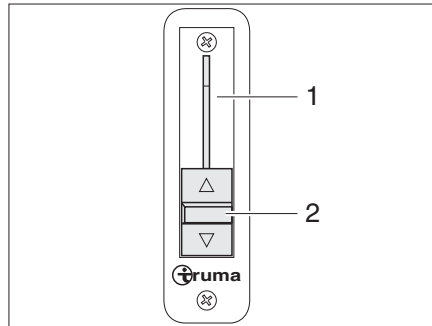

Bild 24 Strangsperr
Der Schieberegler (Bild 24,2) für die Strangsperr (Bild 24,1) befindet sich links außen am Armaturenbrett.
- Hebel (Bild 24,2) ganz nach unten schieben. Die Strangsperr ist geschlossen.